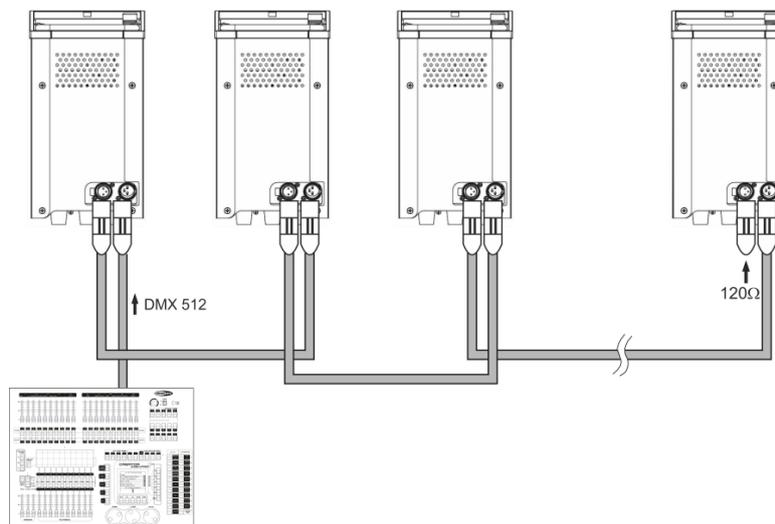

Fig. 05
03) Collegare le unità come indicato nella Fig. 05. Collegare un cavo di segnale DMX dall'uscita "out" del primo dispositivo DMX alla presa "in" della seconda unità. Ripetere questo processo fino a collegare la seconda, la terza e la quarta unità. Ciò significa che sul dispositivo master sarà possibile impostare la modalità di funzionamento desiderata e che tutti i dispositivi slave risponderanno esattamente come il dispositivo master.